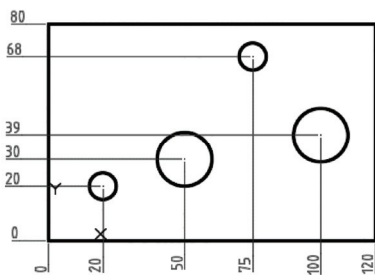

图 5-17 创建坐标标注结果
4) 使用同样的方法，单击“坐标标注”按钮，继续创建其他位置的坐标标注，标注结果如图 5-17 所示。